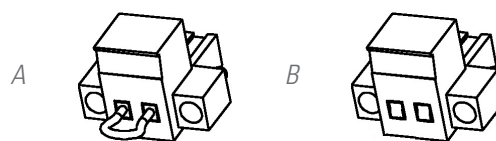

Abb. 9. Stecker für den externen Not-Aus-Schalter.
- ☐ Sobald der Anschlussstecker aus der Steckdose, in der er eingesteckt ist, herausgezogen wird. Dieser Stecker ist an einem Kabel als eine Art Brücke, die den Stromkreis schließt, angeschlossen (siehe Abb. 9-A).
- ☐ Oder, wenn der externe Schalter des Geräts und des Benutzers, der zwischen den Anschlüssen des Steckers installiert ist, betätigt wird (siehe Abb. 9-B) Der Anschluss am Schalter muss mit einem normalerweise geschlossenen Kontakt -NC- ausgestattet sein, der den Stromkreis öffnet, wenn er betätigt wird.